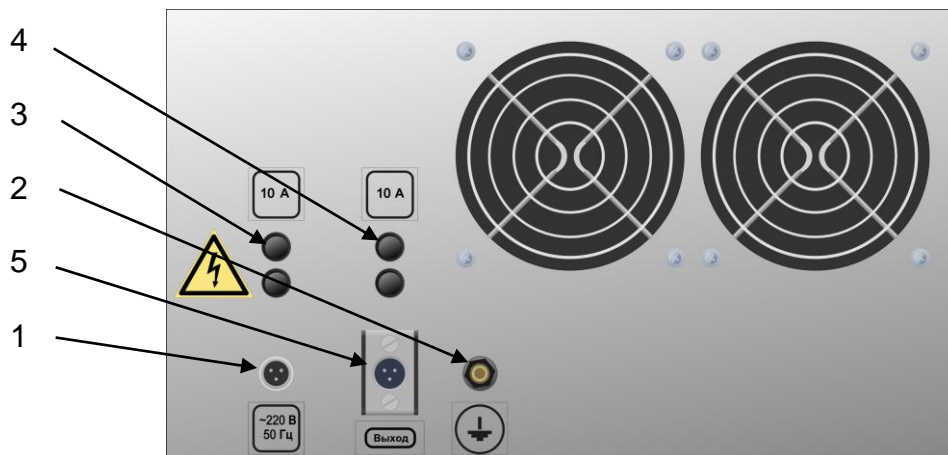

Рисунок 7. Задняя панель ГУ
5.1.8. На задней панели УГПТ (рис.7) находятся: